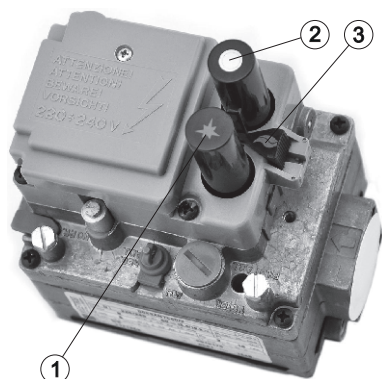

Рис. 11 Газовый клапан 810 Elettrosit
6.7. Принципиальная схема подключения котла к системе отопления приведена на рис. 11, при этом установка водяных и газового фильтров обязательна. При подключении котла предварительно произведите пневмогидравлическую промывку системы отопления.
Нажмите кнопку «★» (п.1 рис.11) и удерживайте ее полностью нажатой - подача газа к запальной (пилотной) горелке открывается.
Чтобы включить основную горелку, нажмите поперечную кнопку «♦» (поз. 3, рис. 11).